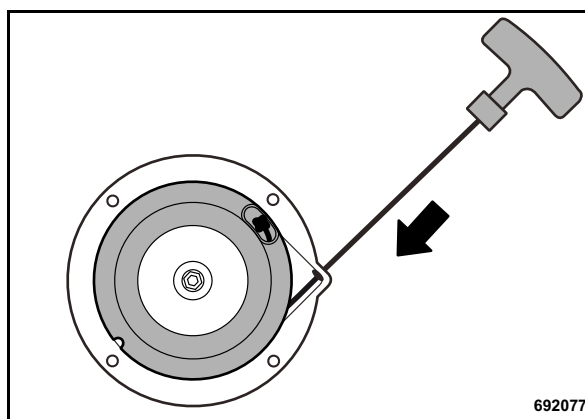

Fig. 56
- Dirigir la empuñadura de arranque poco a poco a su posición inicial (Fig. 56). En el proceso el cable es arrollado en la bobina.